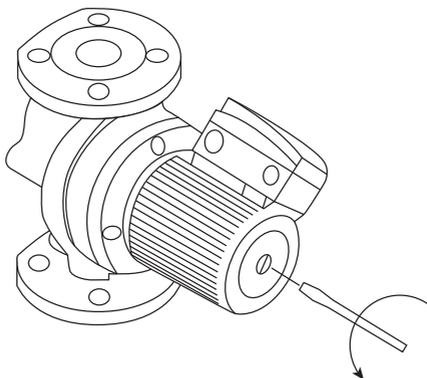

Рисунок 3. Удаление воздуха из насоса
- Для удаления воздуха из насоса выкрутите выпускной винт (рисунок 3);
ВНИМАНИЕ! При необходимости вывинчивания контрольного винта (рис. 3) нужно перед этой операцией удостовериться, что выходящая в результате жидкость не нанесет вреда людям или не станет причиной повреждения компонентов насоса.
- выкрутить выпускной винт (рис. 3);